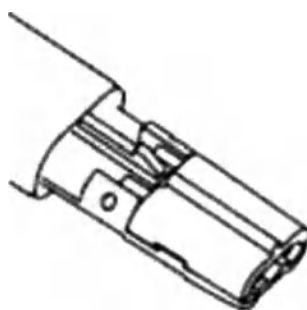

Fig. 7.
5. Close the lens cap (**Fig. 7**).